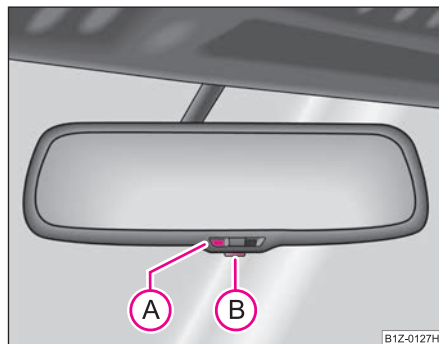

Fig. 52 Retrovisor interior antideslumbrante automático
- Pulse la tecla **(B)** - el testigo de control **(A)** se encenderá ⇒ fig. 52.